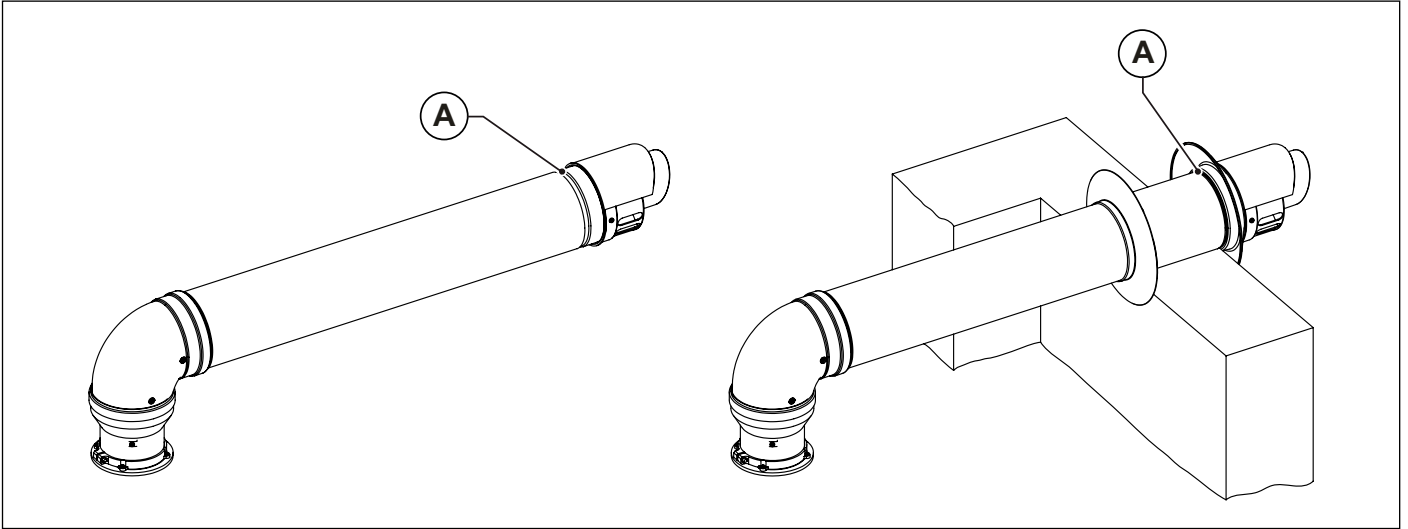

Abb. 13 Installation der Wandendteile
Die verdoppelten und koaxialen Endteile zur Luftansaugung und Rauchabführung weisen eine Rille (A) zur Befestigung der äußeren Wand im unteren Bereich auf. (siehe Abb. 13 Installation der Wandendteile).